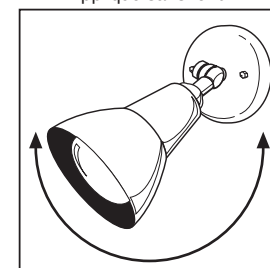

Figure 8
- Pour empêcher l'eau de pénétrer dans un projecteur, ne pas positionner celui-ci à un angle supérieur à 65° dans n'importe quel sens (voir la figure 8).